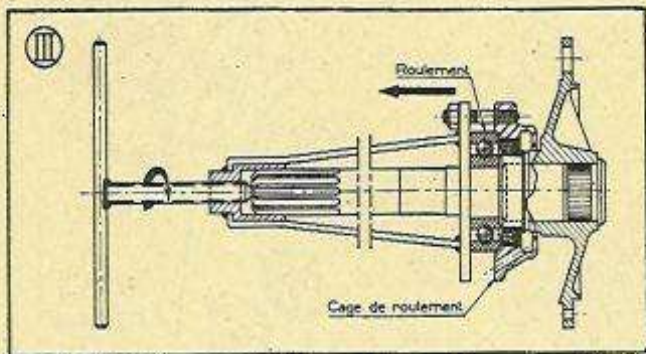

Fig. 61. — Démontage du roulement de moyeu AR.
- Tourner la vis (sens des aiguilles d'une montre). Sortir la cage et le roulement (figure 61).